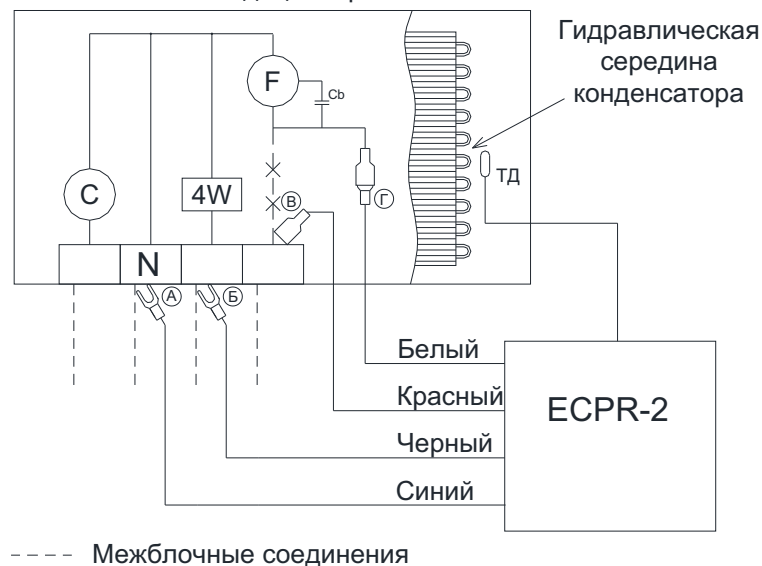

Рис.1. Монтажная схема
Регулятор FP-ЕСPR-2 представляет собой блок с размерами 45x30x25 мм, из которого выходят 4 разноцветных провода для подключения в наружный блок кондиционера (Рис. 1). Также из блока выходит термодатчик, имеющий провод длиной 1м. На боковой панели блока имеется зеленый светодиодный индикатор, сигнализирующий о работе регулятора.
- Установите датчик температуры на один из калачей (отводов) в средней части конденсатора (гидравлической середине) (Рис.1) , плотно притянув его хомутом. Для уменьшения инерции измерений между трубой и датчиком обязательно нанесите термопасту из комплекта поставки.
- Подключите провода регулятора согласно монтажной схеме (Рис.1):